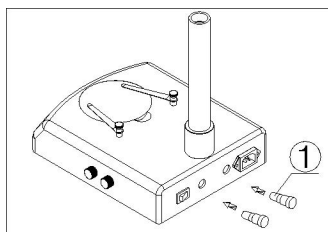

图 13
- (一) 用小螺丝刀将保险丝座旋出。从保险丝座上抽出保险丝①(如图 13)。